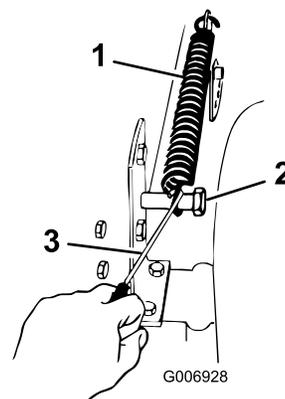

Figura 37
- Rimuovete la molla di sollevamento altezza di taglio dal bullone di fissaggio (Figura 37). La molla si trova fra il telaio e la ruota posteriore destra.
13. Inserite la leva dell'altezza di taglio nella tacca D. Agganciate la molla di sollevamento sul bullone di fissaggio, per non perderla (Figura 37).